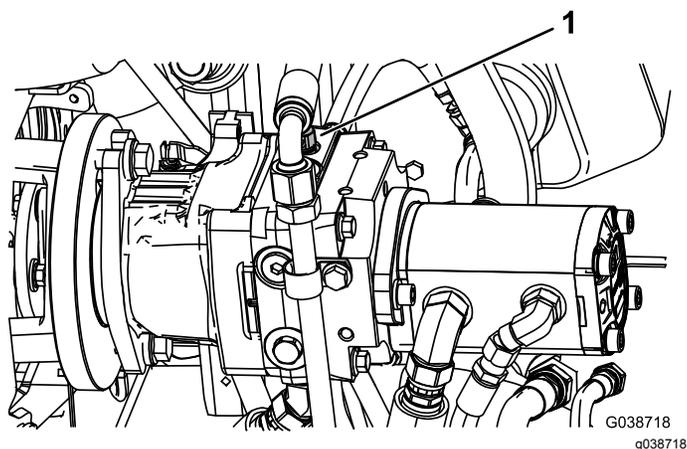

Рисунок 25
1. Найдите перепускной клапан на насосе и поверните его против часовой стрелки на два полных оборота (Рисунок 25).
2. Перед пуском двигателя закройте перепускной клапан, повернув его по часовой стрелке на два полных оборота (Рисунок 25).